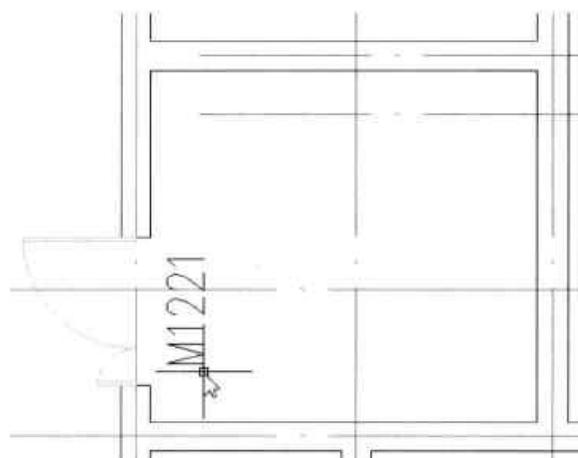

图16-71 插入大门图块
**Step 07** 指定完成后，即完成了大门图块的插入操作，如图 16-71 所示。